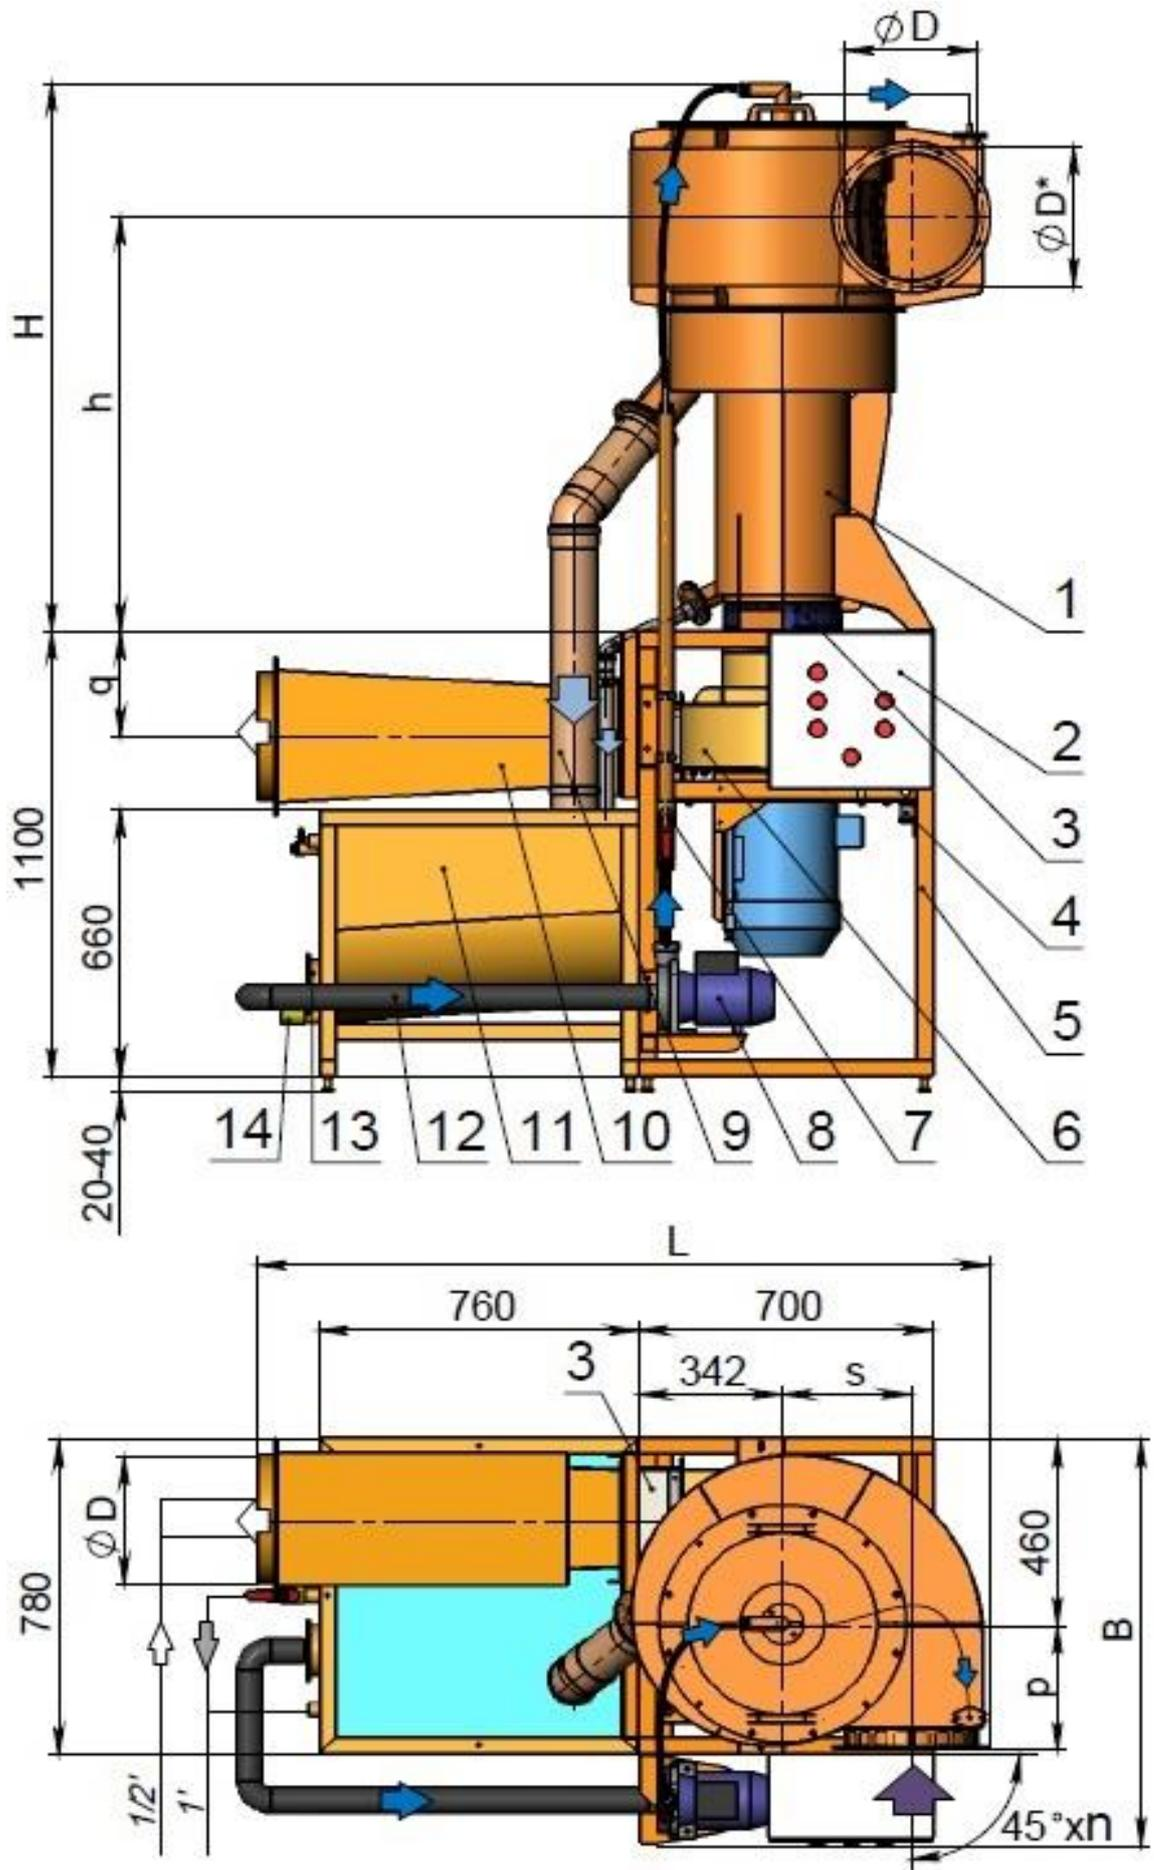
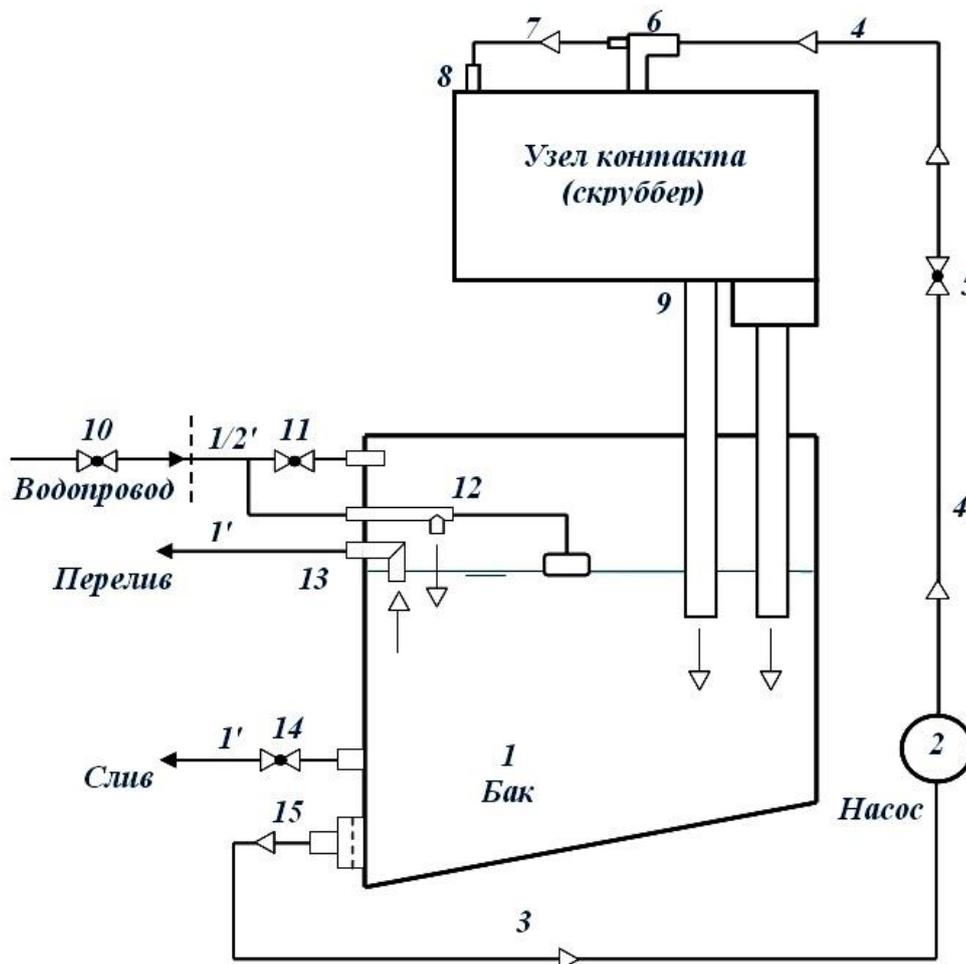
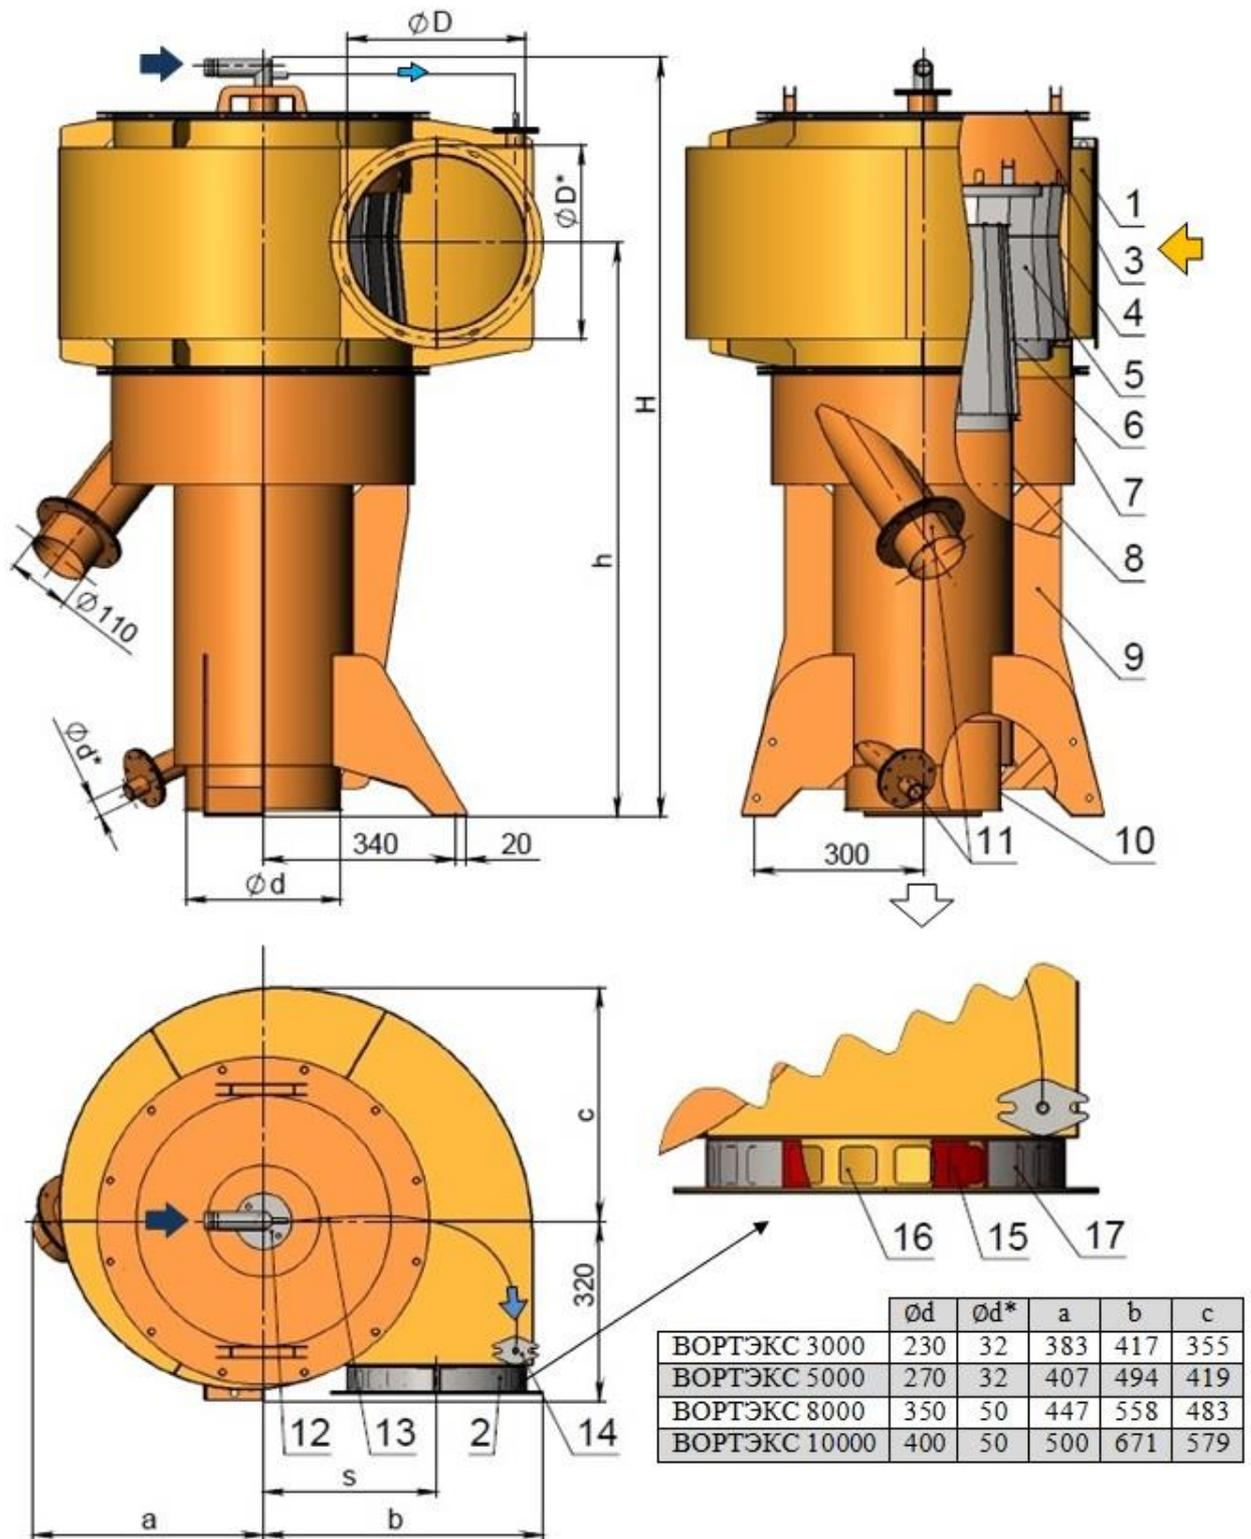
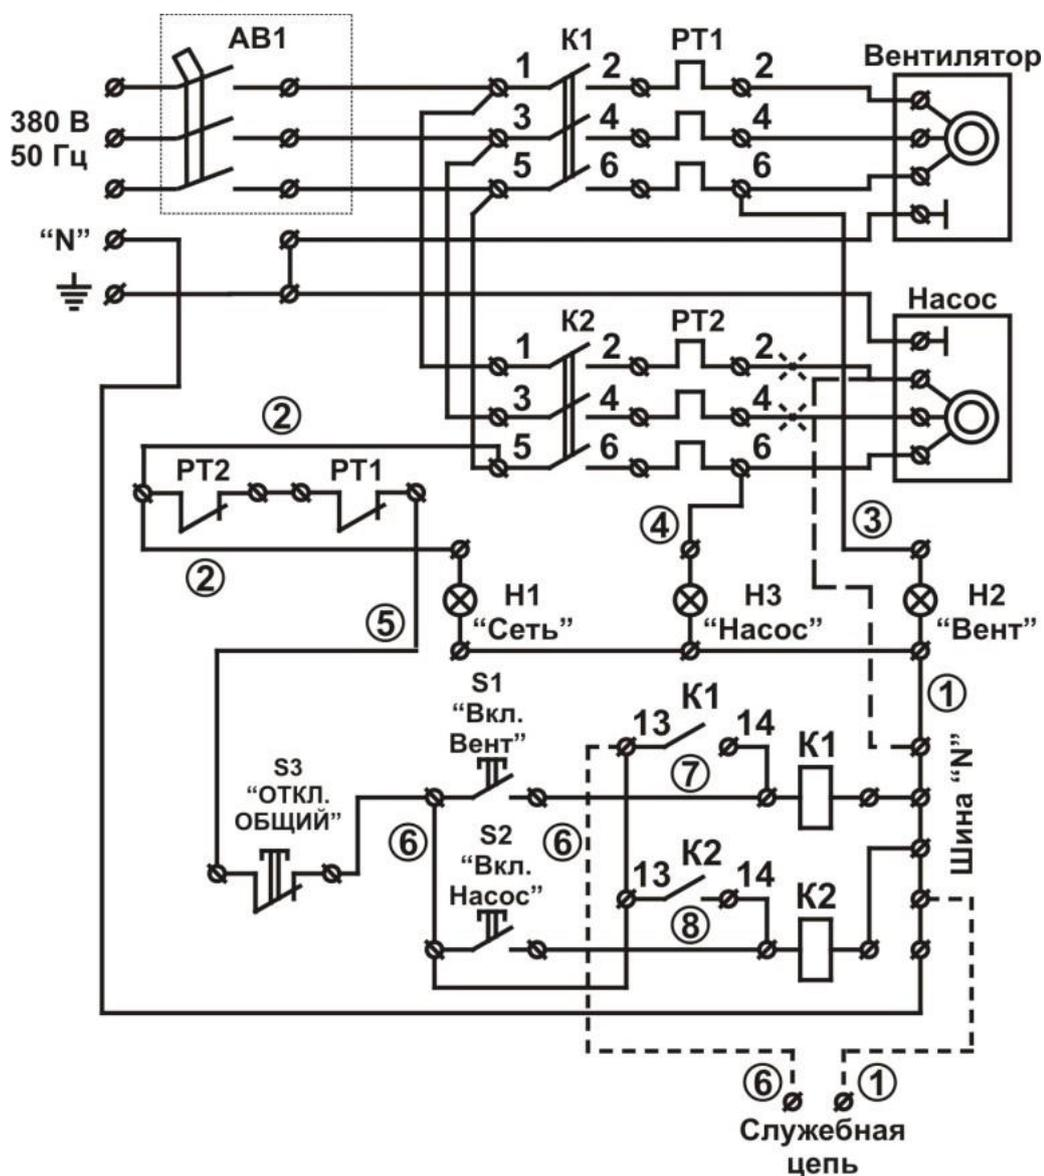

Рис. 1. Скруббер "Вортэкс" в стандартном исполнении, входной улиткой, ориентированной входом со стороны шкафа управления ( $270^\circ$ ).
Рис. 2. Схема водооборота установки.
Рис. 4. Узел контакта (скруббер "Вортэкс").
Рис. 5. Электрическая схема
Скрубберы "Вортэкс" в стандартном исполнении (рис. 1) состоят из следующих сборочных единиц: опорная рама **5**, с установленными на ней узлом контакта газа и жидкости (вихревой скруббер "Вортэкс") **1**, шкафом управления **2**, вентилятором "Вортэкс-3...10" **6**, на амортизаторах **4**, консольным центробежным насосом **8**, гибкими вставками **3**, ограничительный вентиль **7**, диффузор-шумоглушитель **10**, сливные трубы **9**, шланг **12**, бак оборотной воды **11**, с установленными на нем штуцером водозабора с предохранительным фильтром **13**, сливным штуцером с шаровым краном **14** и необходимая водная арматура.
Основные геометрические размеры установок, не указанные в технических характеристиках и на рис. 1, 2, 3, приведены в таблице:
(рис. 2) включает: бак 1, консольный центробежный насос 2 соединенный шлангом 3  $D_y=50\text{мм}$  с баком, шлангом 4  $D_y=32\text{мм}$ , с установленными на нем ограничительным вентиляем 5 (поз. 7 на рис. 1, 3), соединенным с тройником 6, предназначенным для подачи воды в узел контакта, шлангом 7  $D_y=10\text{мм}$ , соединенным со штуцером 8, предназначенным для орошения входа улитки, сливные трубы 9, устанавливаемый на водопроводе вентиль 10 (в комплект не входит), и установленные на баке заправочный штуцер с вентилем 11, штуцер с поплавковым клапаном 12, штуцер перелива 13, сливной штуцер с шаровым краном 14 и штуцер водозабора, оснащенный предохранительным фильтром-сеткой 15.
**Узел контакта** - вихревой скруббер (рис. 4) включает: улитку **1** с входным по воздуху патрубком **2** и крышкой **3**, установленную внутри улитки вихревую контактную камеру **4**, завихритель **6**, сепаратор **7**, каплеуловитель **8**, опоры **9**, выхлопной патрубок **10** и сливные патрубки **11**. На улитке установлен тройник ввода жидкости **12**, соединенный шлангом **13** со штуцером **14**. Окна **16** (выноска рис.4) жалюзийного типа, используются при необходимости для подсоса воздуха. По умолчанию они перекрыты хомутом **17** с ответными прорезями и уплотнительной манжетой **15**.
Благодаря создаваемому вентилятором разрежению загрязненный воздух поступает во входной патрубок **2** узла контакта (рис. 4), распределяется по периметру улитки **1** и проходит через лопаточный направляющий аппарат вихревой камеры **4**, формирующий равномерно распределенные по периметру тангенциальные струи на входе в камеру и течение вихревой структуры внутри нее.
Вода подается насосом **8** (рис. 1, 3) из бака **11** через предохранительный фильтр-сетку **13** и ограничительный вентиль **7** в тройник **12** (рис. 4), из основного штуцера которого поступает на орошение улитки **1** и вихревой камеры **4**. Часть воды отводится на орошение входного участка улитки с помощью шланга **13** и штуцера **14**. Вместе с воздухом вода поступает в вихревую камеру **4**, где дробится струями воздуха на капли, которые вовлекаются в вихревой поток и центробежными силами отбрасываются к лопаткам направляющего аппарата вихревой камеры. Здесь капли сливаются и вместе с воздухом поступают в центр потока, где вновь дробятся. В результате этого каскадного процесса формируется вращающийся газожидкостный слой **5**, удерживаемый в вихревой камере центробежными силами, эффективно фильтрующий воздух.
На выходе из вихревой камеры основная часть жидкости сбрасывается в карман сепаратора **7** (рис. 4). Небольшая часть жидкости проходит вместе с воздухом через завихритель **6**, подкручивающий поток. Под действием центробежных сил жидкость осаждается на трубе каплеуловителя **8** и собирается в его кармане. Из карманов сепаратора и каплеуловителя через патрубки **11** (рис. 4) и сливные трубы **9** (рис. 1, 3) вода сбрасывается в бак **11** на рециркуляцию.
Система управления установки включает шкаф управления 2 (рис. 1, 3), соединенный электрокабелями с сетью, электродвигателями вентилятора 6 и насоса 8.
Схема электрическая принципиальная показана на рис. 5. Электропитание 380 В, 50 Гц, подается на пускатели двигателя вентилятора и насоса К1 и К2 соответственно. Ток срабатывания защищающего трехфазного автомата АВ1 для модели "Вортэкс-3000" - 32А, "Вортэкс-5000" - 40А, "Вортэкс-8000" - 50А, "Вортэкс-10000" – 63А. Пунктиром обозначен вариант присоединения 1-фазного насоса и (только для "Вортэкс-10000") служебная цепь.
**В стандартном исполнении со встроенным вентилятором (рис. 1):**
В моделях "Вортэкс-8000" и "Вортэкс-10000" узел контакта упаковывается отдельно - сепаратор **7** (рис. 4), каплеуловитель **8** на опорах **9**.
Для монтажа установки (рис. 1,3) необходимо:
- 6.6 Установить с помощью болтовых соединений на выхлопном патрубке вентилятора **6** диффузор-шумоглушитель **10** в сборе с гибкой вставкой **3** (рис. 1).
- 6.7 Соединить с помощью прилагаемых шлангов насос **8** (рис. 1, 3) с выходным штуцером фильтра-сетки **13** и ограничительным вентилем **7**, далее с тройником подачи воды **12** (рис. 4), в узел контакта **1**. Закрепить шланги с помощью прилагаемых хомутов. Надеть на сливные патрубки узла контакта **1** трубы **9** (рис. 1, 3).
- 6.8 Соединить установленный на водопроводе вентиль **10** (рис. 2) напорными шлангами с вентилем **11** и поплавковым клапаном **12**. Соединить шлангами штуцер **13** и кран **14** с канализацией (отстойником, системой утилизации отработанной жидкости). Открыв вентили **10** и **11**, наполнить бак водой. Убедиться в том, что закрытие клапана **12** (отсечение подачи воды) достигается при уровне воды в баке, немного более низком, чем уровень установки штуцера **13**, при необходимости отрегулировать рычаг клапана.
- 6.9 Убедиться в надежном соединении электрокабелей, выходящих через отверстия в боковой стенке установленного на раме **5** (рис. 1, 3) шкафа управления **2** с электродвигателями вентилятора **6** и насоса **8** в соответствии с принципиальной электрической схемой (рис. 5). Обязательно произвести заземление корпуса шкафа **2**, бака **11** и рамы **5**! Подсоединить шкаф управления к электросети. Проверить соответствие напряжения сети и надежность подсоединения подводящего кабеля к выводам шкафа управления. Подключить установку к сети через установленный в шкафу управления автомат АВ1 – на лицевой панели шкафа должен загореться индикатор "Сеть". Кратковременно включить вентилятор и проконтролировать направление вращения рабочего колеса. При необходимости изменить фазировку подключения вентилятора к сети.
8.1 Перед началом работы убедиться, что все шланги и трубы находятся на штатных местах, шланги надежно затянуты хомутами, а сливной вентиль 14 (рис. 2) закрыт. Открыть вентили 10, 11 и наполнить бак водой из водопровода. Закрыть вентиль 11. Убедиться в том, что уровень воды в баке регулируется поплавковым клапаном 12. В противном случае отремонтировать или заменить поплавковый клапан.
Положение ограничительного вентиля 7 (рис. 1,3, поз. 5 рис. 2) устанавливается изготовителем при настройке установки. Изменение его положения может вызвать вынос капельной влаги на выходе гидрофилтра или снижение эффективности воздухоочистки.
9.2.2 Отсоединив трубы **9** (рис. 1, 3) от сливных патрубков узла контакта, проверить состояние патрубков и труб и при необходимости прочистить.
9.2.3 Произвести разборку узла контакта (рис. 4), осмотреть его улитку **1**, сепаратор **7**, каплеуловитель **8**, вихревую камеру **4**, и завихритель **6**. При необходимости промыть их или прочистить. Осмотреть состояние уплотнений из микропористой резины. При заметном износе или повреждениях - заменить их.